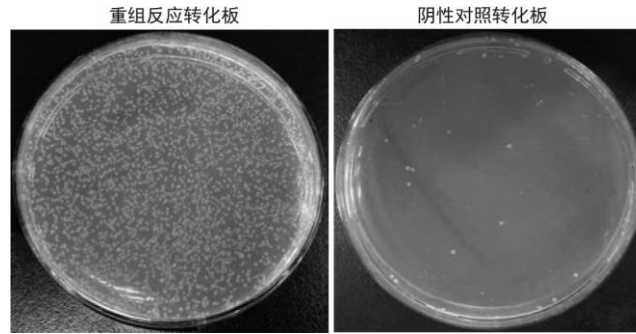

Fig 1. 过夜培养的平板
6.1 过夜培养后，重组反应转化平板上形成数百个单克隆，而阴性对照反应转化平板上的克隆数应显著少于前者(Fig 1)。